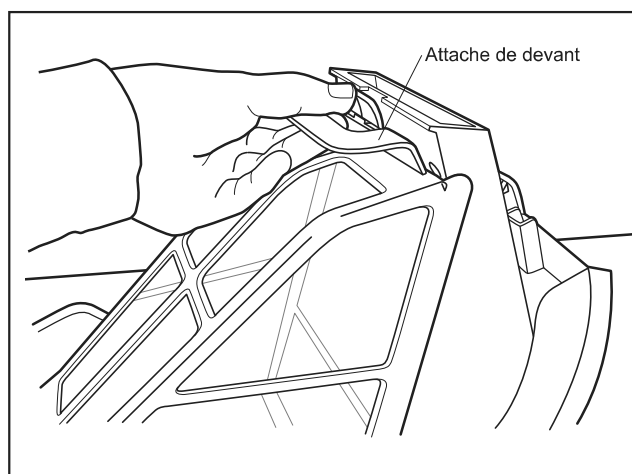

Figure 13. Positionner et verrouiller la cartouche filtrante
- Faire tourner la cartouche filtrante, puis la verrouiller en place à l'aide de l'attache avant. Se référer à la Figure 13. Lorsque la cartouche filtrante est correctement installée sur le couvercle, elle sera fixée solidement.